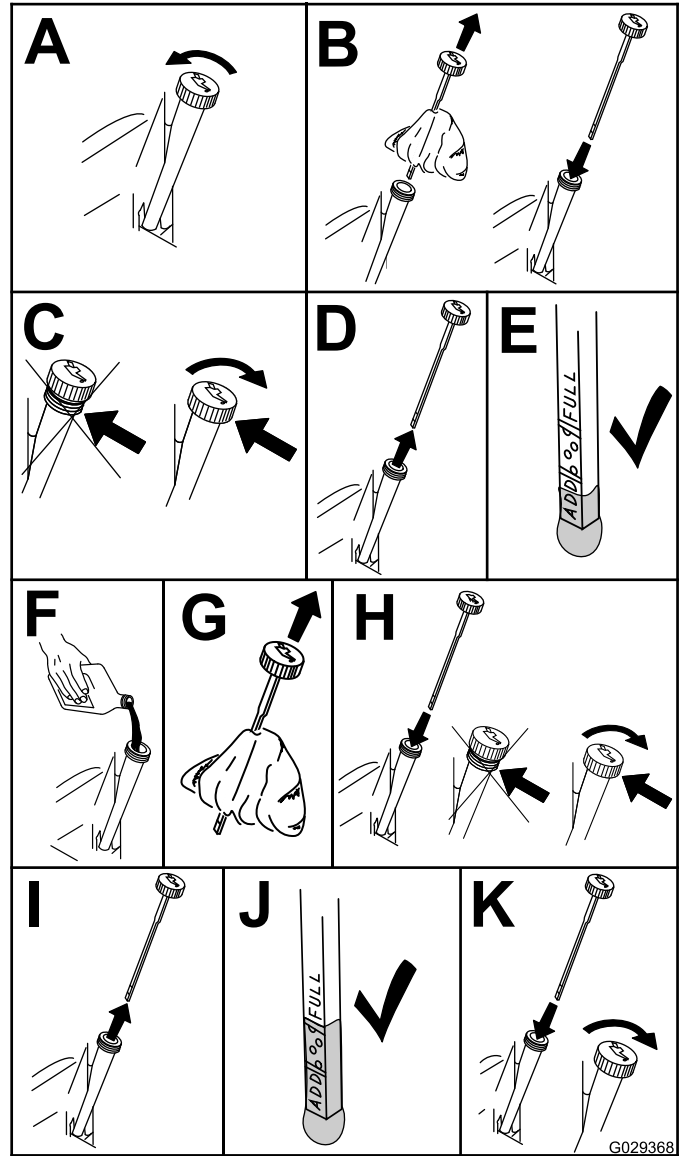

Bild 19
2. Prüfen des Motorölstands (Bild 19).